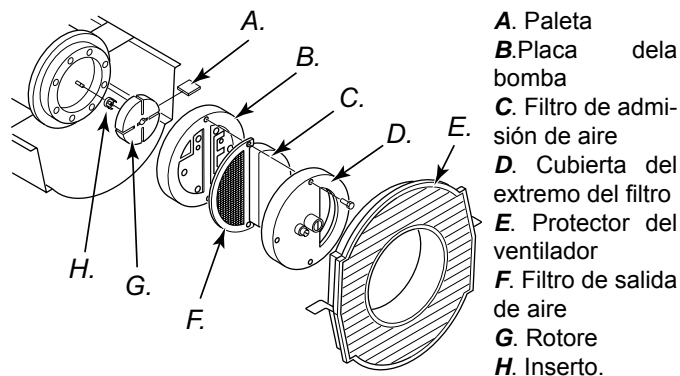

Figura 25 – Ubicación del rotor, modelos de 10 y 20kW.
9. Verifique el espacio del rotor. Ajústelo a 0,076/0,101 mm si es necesario (vea la Figura 25).